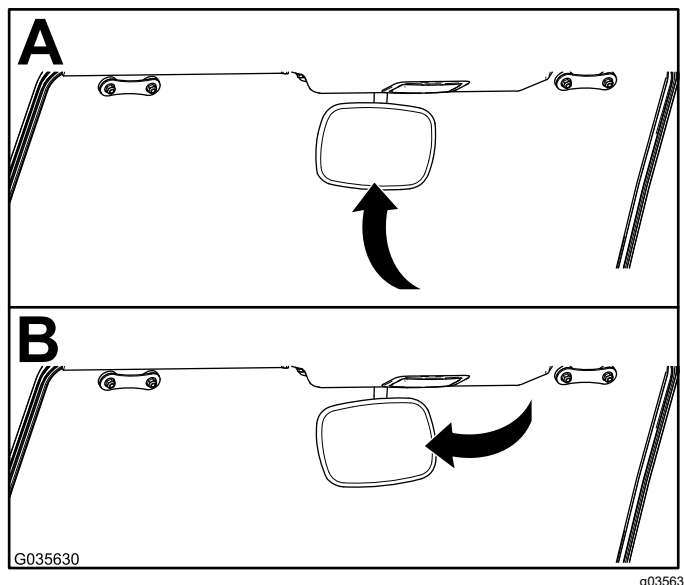
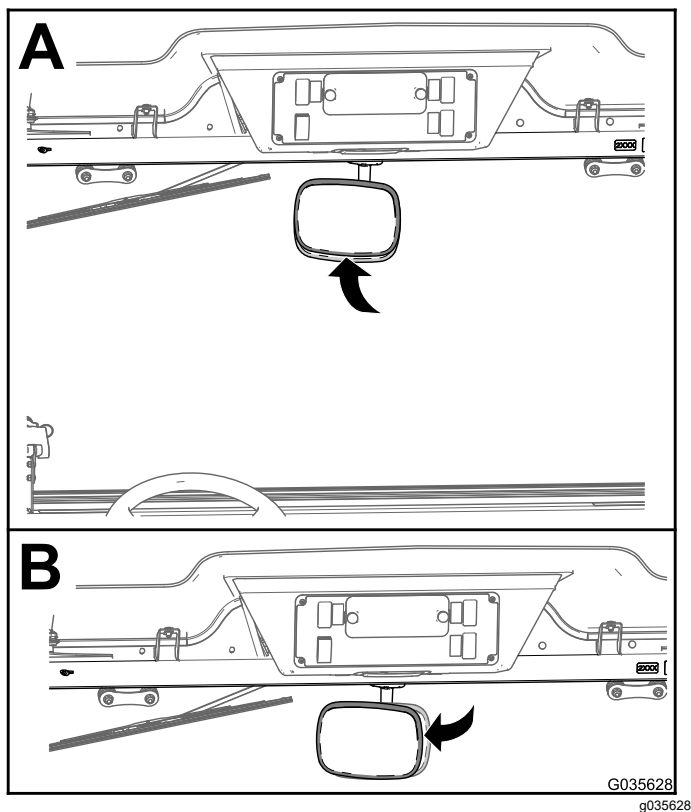

Figura 7
Figura 8
1. Utilice ambas manos para girar el retrovisor hacia arriba o hacia abajo sobre la rótula (Figura 7, A o Figura 8, A).
2. Utilice ambas manos para girar el retrovisor hacia la derecha o la izquierda sobre la rótula (Figura 7, B o Figura 8, B).